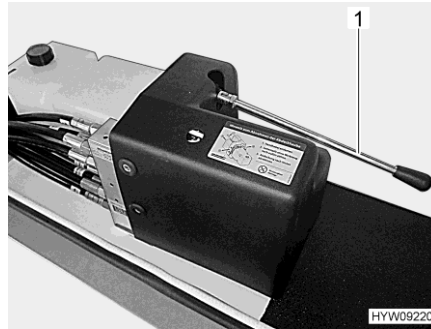

Fig. 48 Levier (commande de secours)
- Rentrer le vérin stabilisateur à l'aide de la pompe manuelle. Pour cela, pomper à l'aide du levier (Fig. 48,1), jusqu'à ce que le vérin stabilisateur soit rentré.